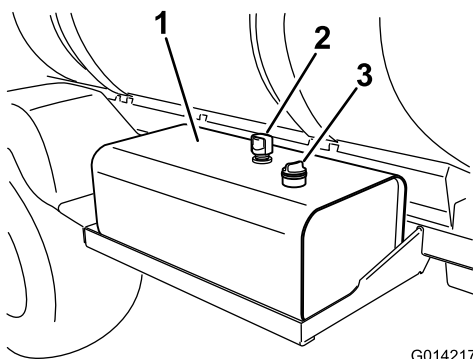

Figure 102
- Nettoyez la surface autour du bouchon-jauge du réservoir de liquide hydraulique et enlevez-le (Figure 102).